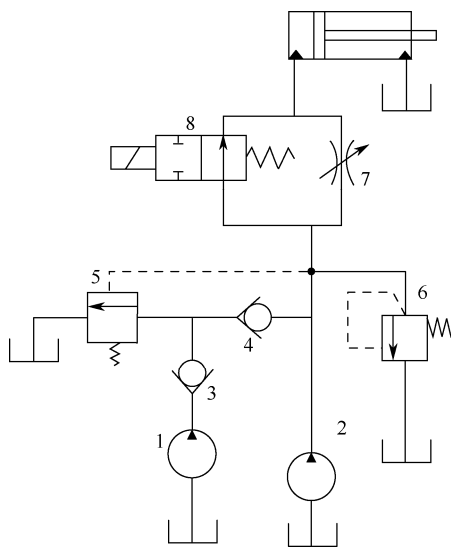

图 3-1-5
4. 如图 3-1-5 所示回路, 泵 1 的额定流量为 12L/min, 泵 2 的额定流量为 4L/min, 溢流阀的调定压力为 2.5MPa, 液压缸无杆腔的有效作用面积为  $100\text{cm}^2$ , 有杆腔的有效作用面积为  $50\text{cm}^2$ , 工进时溢流阀流量为 1L/min, 液压缸上的负载为 10kN。